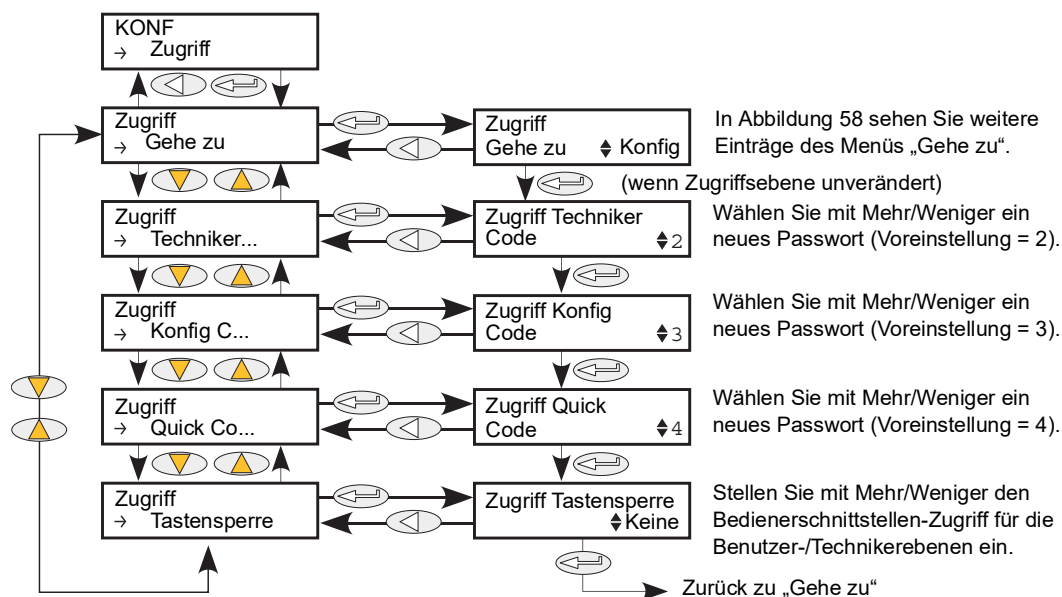

Abbildung 59 Konfiguration des Zugriffs
2. Bearbeitung des aktuellen Passworts für Techniker-, Konfigurations- und Quickstart-Menüs (Abbildung 59).
3. Einschränkung des Zugriffs auf die Drucktasten der Bedienerschnittstelle in den Benutzer- und Technikermenüs (Abbildung 59).